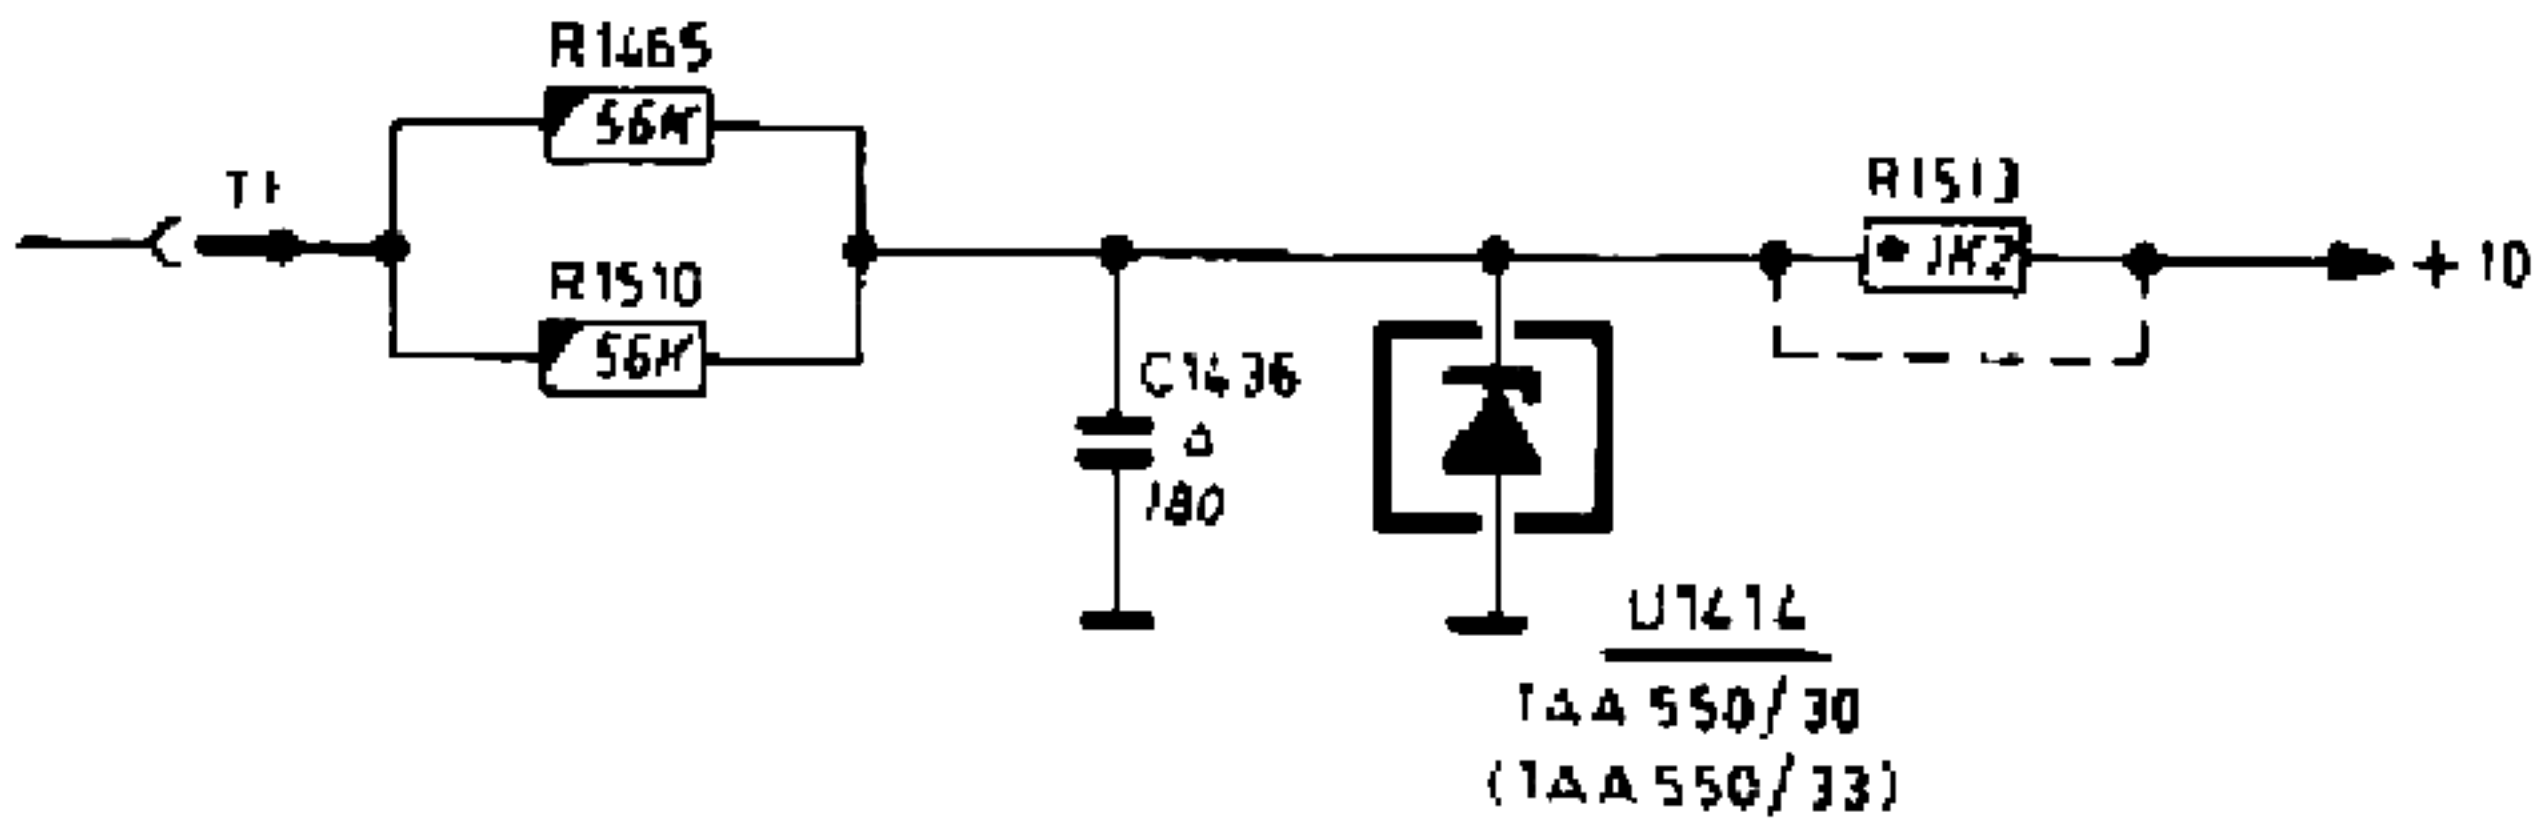
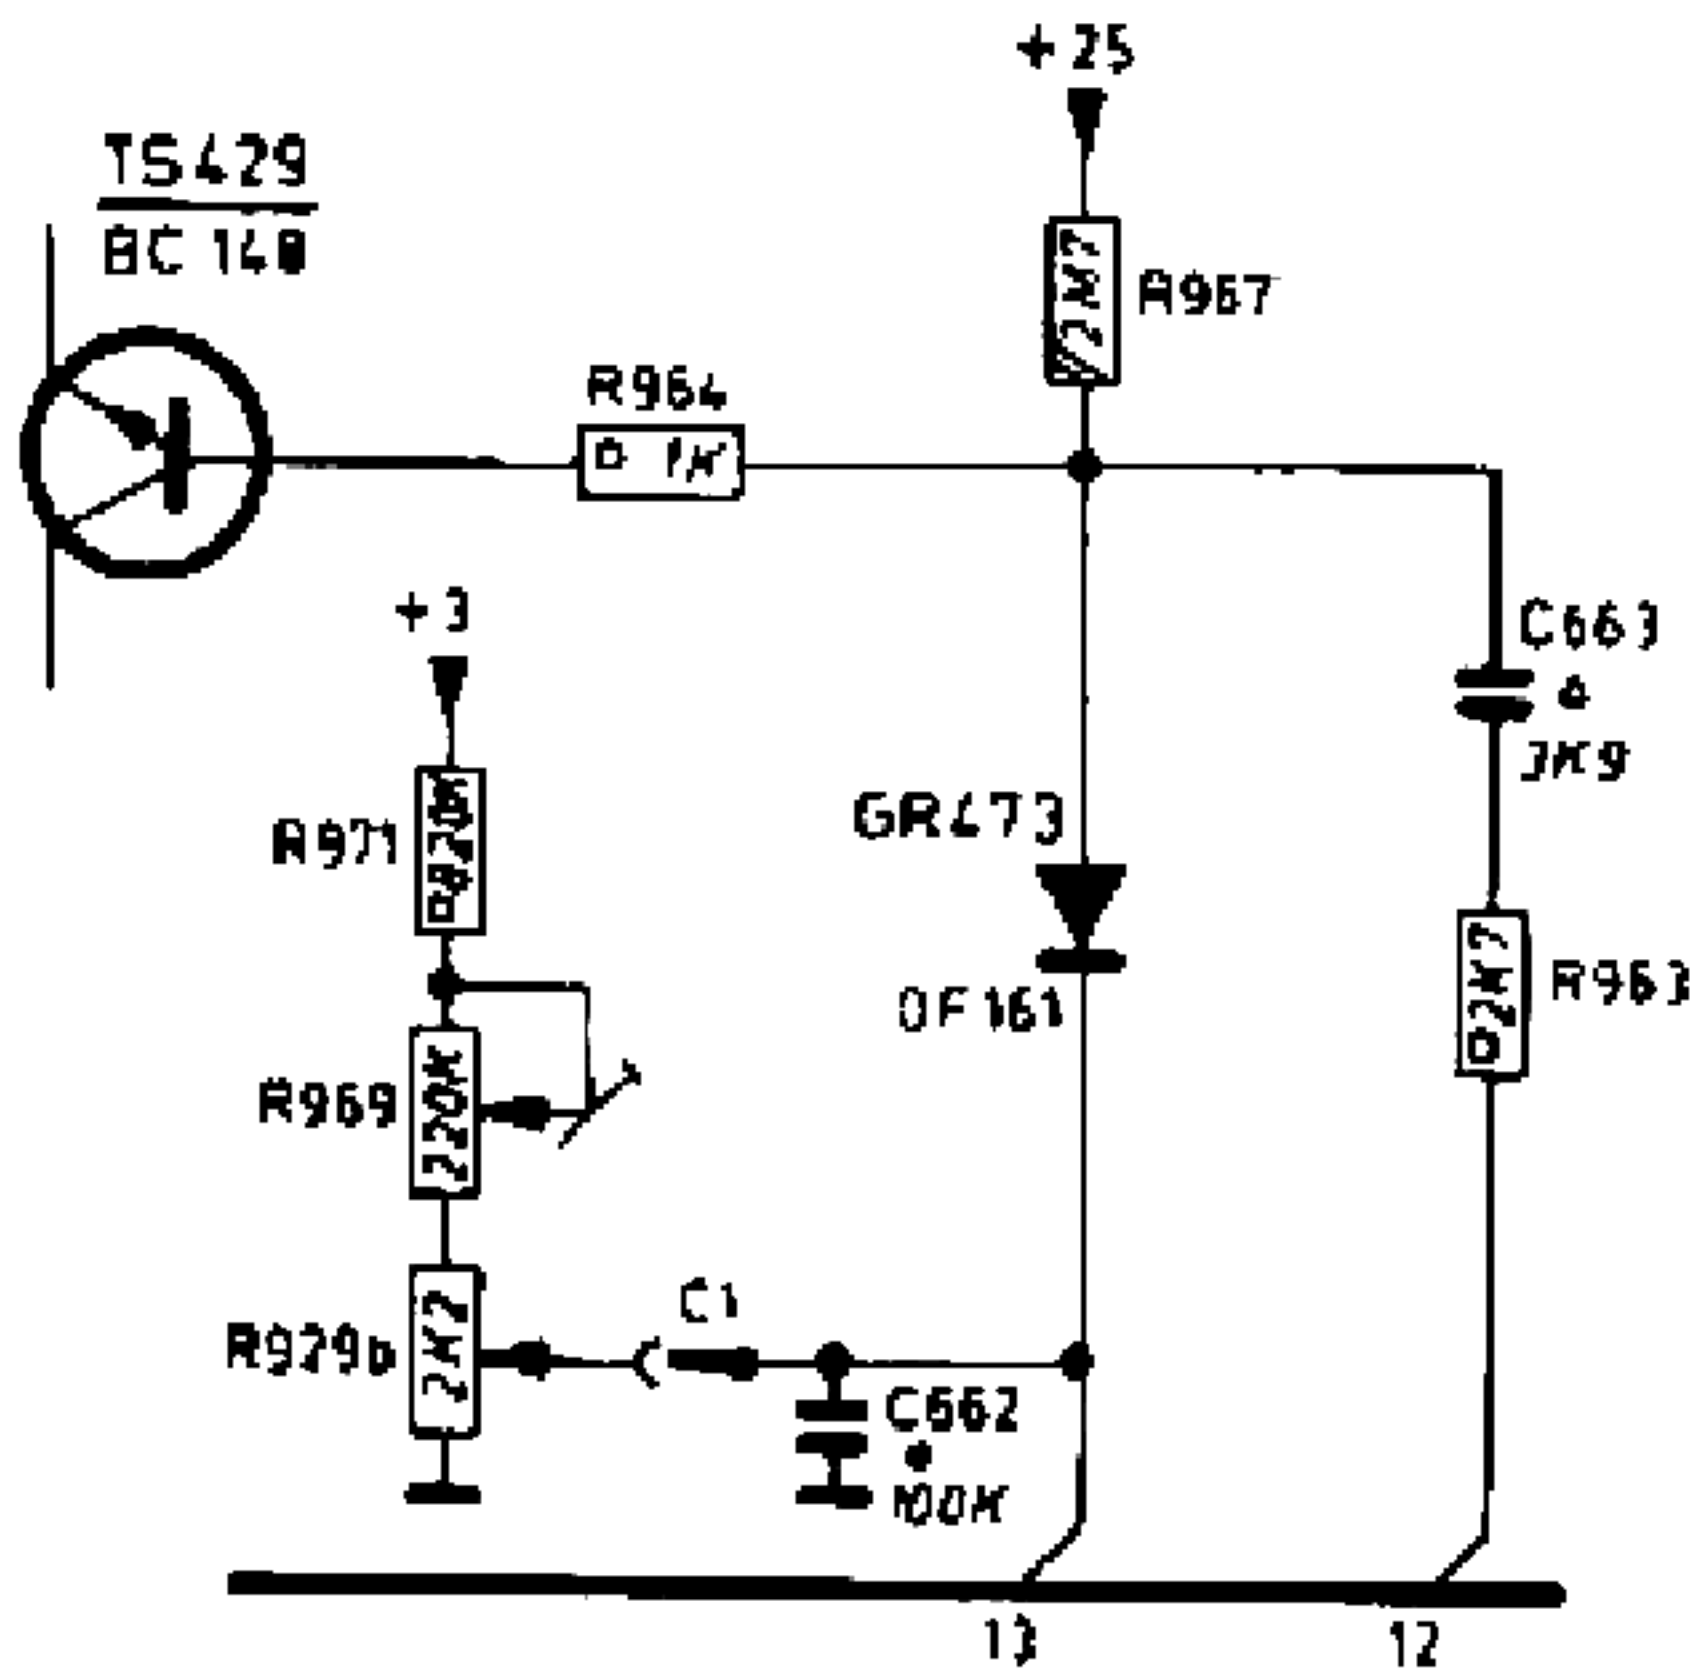

Fig. 1
Fig. 2
De drukknopseenheden 4822 276 60088 (-4822 276 60089) en 4822 276 60092, welke worden toegepast in bovenstaand chassis, zijn gewijzigd. In fig.1 is de oude- en in fig.2 de nieuwe uitvoering getekend. Bij het vervangen van de drukknopseenheid dient als volgt te worden gehandeld:
- verwijder schroef P (zie fig.1) en de kabelklem